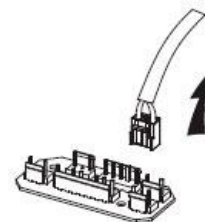

Рис. 2
- Найдите распределительную коробку, открутите винты на крышке распределительной коробки, затем снимите крышку (если имеется прижимная пластина, которая прижимала провод, то сначала необходимо демонтировать прижимную пластину). Смотрите рис. 1 ниже. Найдите клемму соединительного провода лампы и выньте ее. Смотрите рис. 2 ниже.